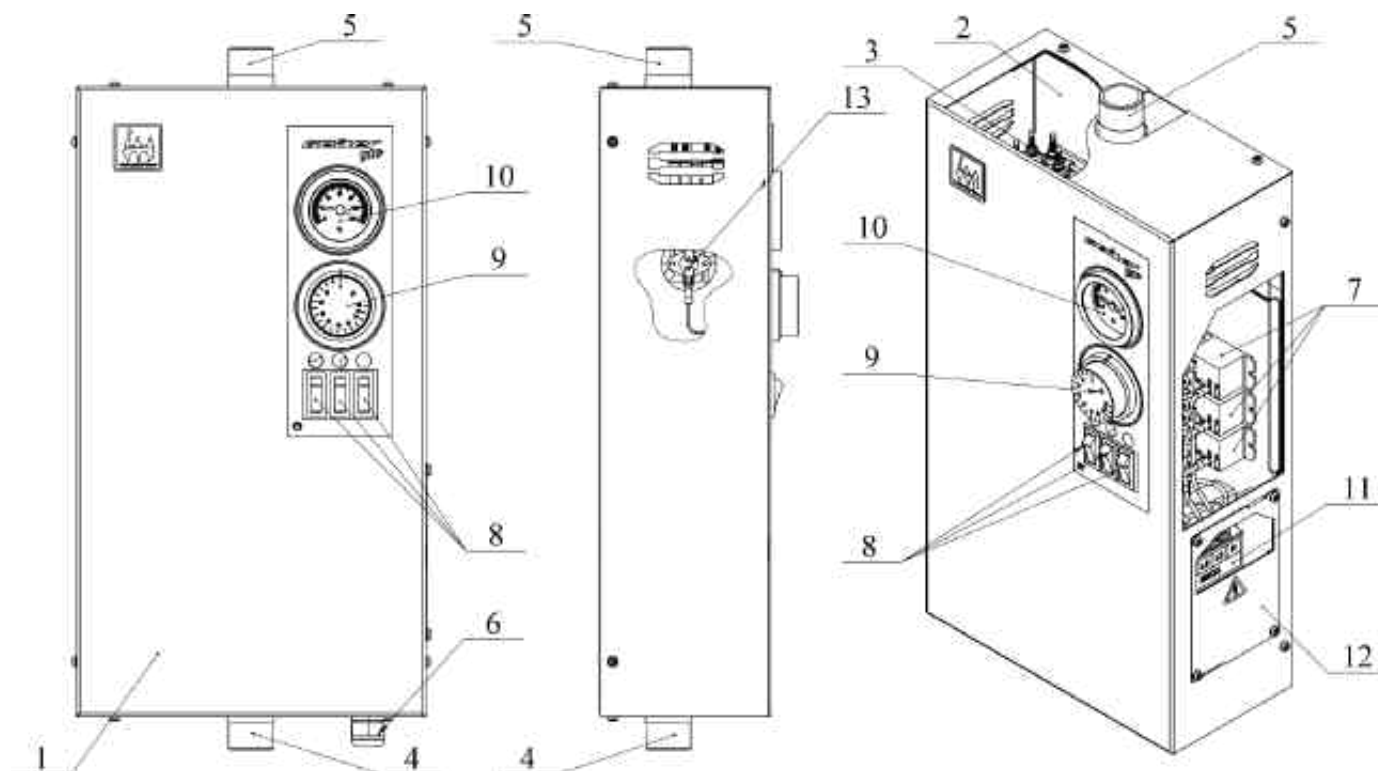

Рис. 1 Устройство водонагревателя
Внутренний корпус электроводонагревателя представляет собой стальной резервуар, обернутый теплоизоляционным материалом, с подающим и обратным патрубками (Рис.1 поз. 4,5), предназначенными для присоединения котла к системе отопления.
Сверху к резервуару приварена муфта, куда на резьбе вкручен блок трубчатых электронагревателей (ТЭНы) (Рис.1 поз. 3). Блок ТЭНов (Рис. 2) предназначены для нагрева теплоносителя в системе отопления. ТЭНБ представляет собой фланец с наружной резьбой, в который герметично запрессованы трубчатые электронагреватели с резьбовыми выводами (М4). Фланец имеет трубную цилиндрическую резьбу по ГОСТ 6357-81 G 1½" и шестигранник под ключ (50мм).
Снаружи корпус котла закрыт декоративным кожухом (Рис. 1 поз. 1). В верхней части внутреннего корпуса котла находится биметаллический термоограничитель (Рис. 1 поз. 13), который отключает нагрев и предотвращает закипание теплоносителя при аварийных ситуациях, связанных с отказом терморегулятора и настроен на температуру 95°C. При остывании термоограничитель возвращается в рабочее положение.
В верхней части электроводонагревателя на панели котла смонтирован блок управления. В нем установлены клавишные выключатели (Рис.1 поз. 8), электромагнитные реле (Рис.1 поз. 7), капиллярный термометр (Рис.1 поз. 10) и терморегулятор (Рис.1 поз. 9), управляющий работой котла.
Отсек монтажной колодки расположен сбоку в нижней части котла. В данном отсеке производится подключение электроводонагревателя к питающей сети. Для подключения к сети не нужно разбирать корпус котла, достаточно снять лючок отсека подключений (Рис. 1 поз. 12).
При включении первого клавишного выключателя (Рис. 1 поз.8) в положение «ВКЛ» подается питание на электромагнитное реле - подключается первая ступень мощности блока ТЭНов (Рис. 1 поз. 3).
- Снять лючок отсека подключений (Рис.1 поз. 12), предварительно выкрутив винты крепления;